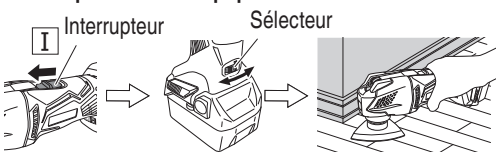

Fig. 13
1. Mettre l'outil sous tension et utiliser le sélecteur pour régler la vitesse de l'outil d'application. (Fig. 13)
2. Placer délicatement l'outil d'application sur le matériau et déplacer l'outil d'application d'avant en arrière à un rythme où le mouvement n'est pas ralenti. (Fig. 13)